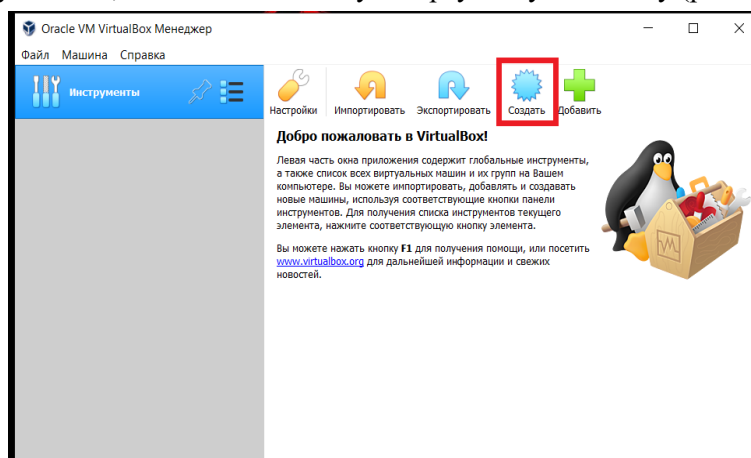

Рис. 2. Создание виртуальной машины
2. Нажать кнопку создать, чтобы создать новую виртуальную машину (рис. 2):